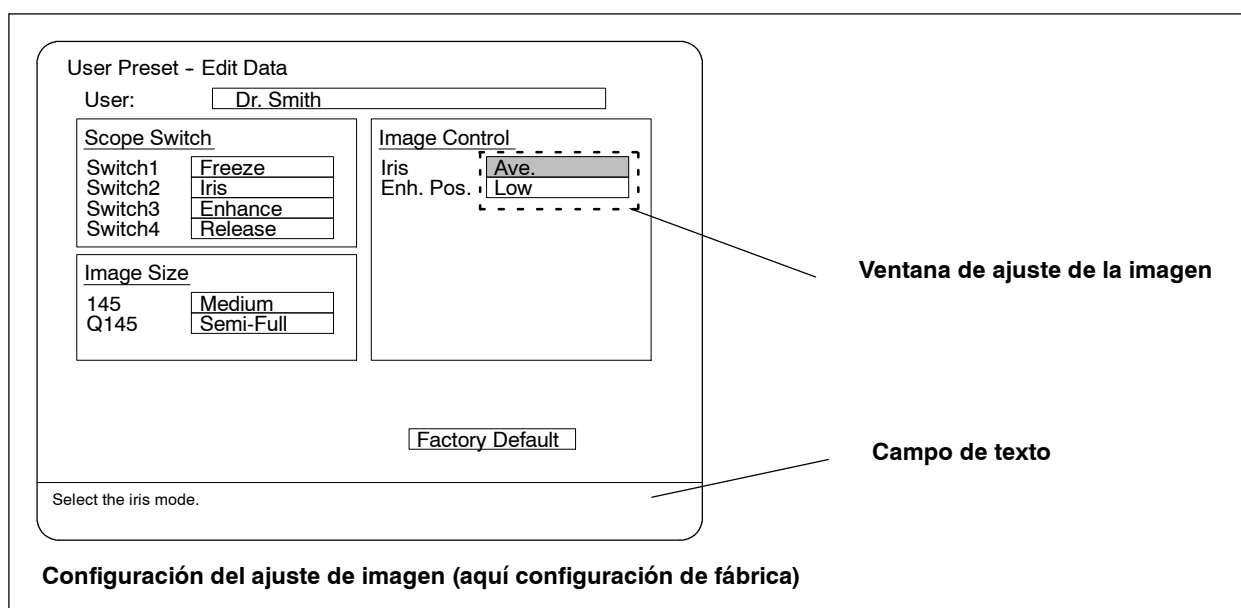

Figura 6.24
En la ventana "Image Control" aparecerá la configuración actual (valores de fábrica o ya modificados). Si desea cambiar alguno de los valores pulse la tecla "↑" ó "↓" para marcar la línea correspondiente en la ventana de ajuste de la imagen (ver figura 6.24).
- La figura 6.24 muestra la configuración de fábrica.